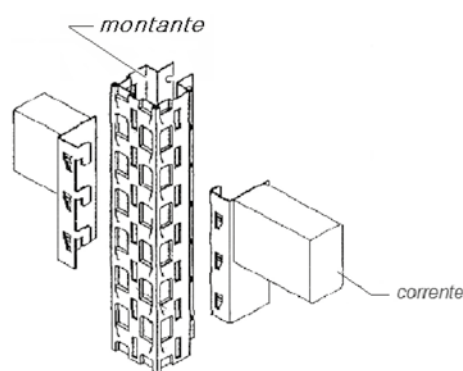

Figura 1 – Giunto corrente - montante
procedure di analisi, più o meno complesse. In Figura 1 sono state riportate le principali metodologie di analisi attuabili per la verifica delle dighe a gravità. Si può optare per un'analisi pseudo-statica (A) oppure un'analisi pseudo-dinamica (B) o, in alternativa, ad un'analisi di tipo rigid block (D) per cogliere, ad esempio, il comportamento sotto sisma di alcune porzioni del paramento. Il continuo progresso tecnologico in campo numerico ha permesso, inoltre, la messa appunto di metodologie molto più raffinate, capaci di descrivere la deformazione della struttura in funzione di un determinato sisma (accelerogramma). >>>
Figura 1 – Tipi di analisi sismica: A) metodo pseudo-statico, B) metodo pseudo-dinamico, C) metodo nel dominio del tempo (time history), D) metodo rigid block model
L'ossatura portante è generalmente intelaiata, con colonne (montanti) forate a passo costante per poter garantire un facile ed immediato aggancio con i correnti per il sostegno delle unità di carico (figura 1).